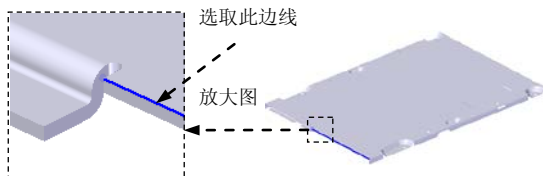

图 8.7.44 选取路径
① 选取路径。在系统的提示下，选取图 8.7.44 所示的模型边线为路径，在“轮廓弯边”命令条中的 **距离 (D)** 文本框中输入值 15，并按 Enter 键，进入草图绘制环境。